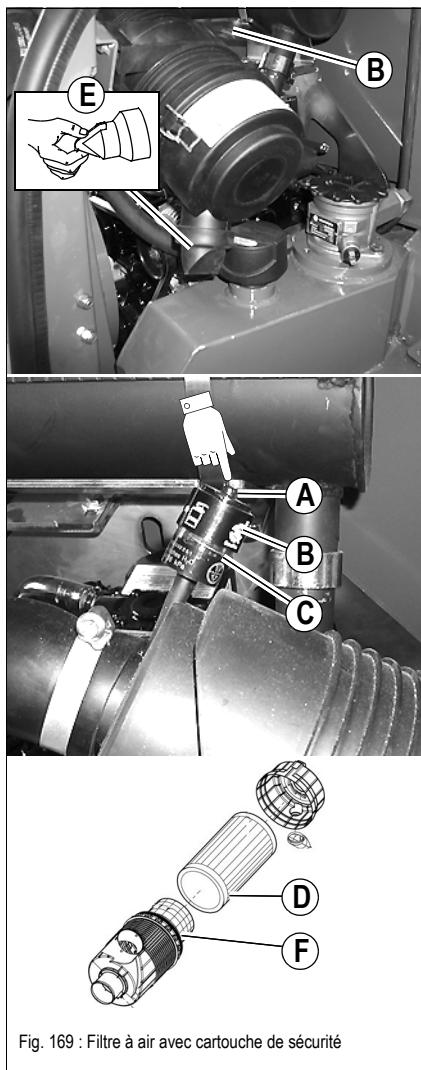

Fig. 169 : Filtre à air avec cartouche de sécurité
- De plus, toutes les 3 fois que le filtre est remplacé, déposer la cartouche de sécurité fig. 169/F avec prudence en la tournant un peu
- ☞ Nettoyer le clapet à poussière fig. 169/E